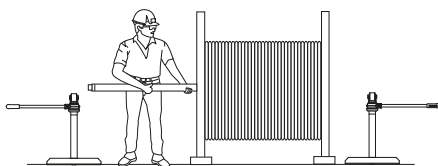

Figure 1
3. Placer l'axe dans les trous centraux du dévidoir. (Fig. 1)